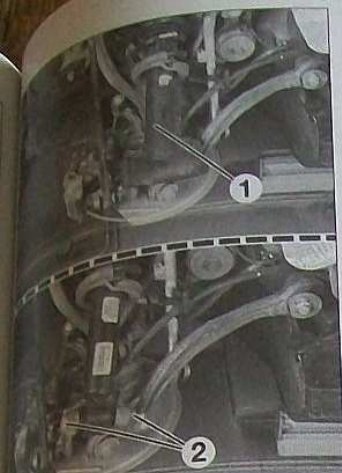

FIG. 14
- le cache amortisseur (1) (Fig.14).
- la fixation inférieure (2).